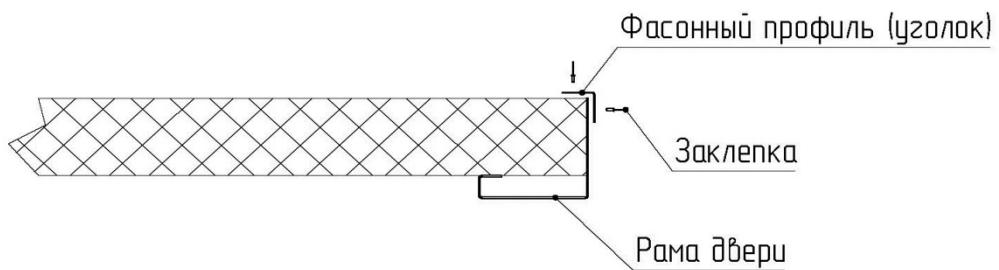

Рисунок 14
A. Если дверь изготовлена со встраиваемой рамой: (стр.10 рис.14)